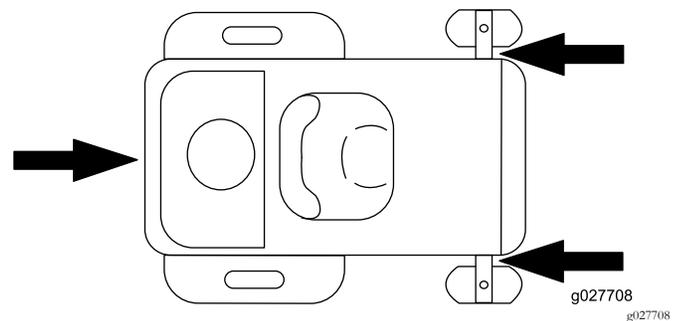

Figura 29
- Amarre la máquina junto a las ruedas giratorias delanteras y el guardabarros trasero (Figura 29).